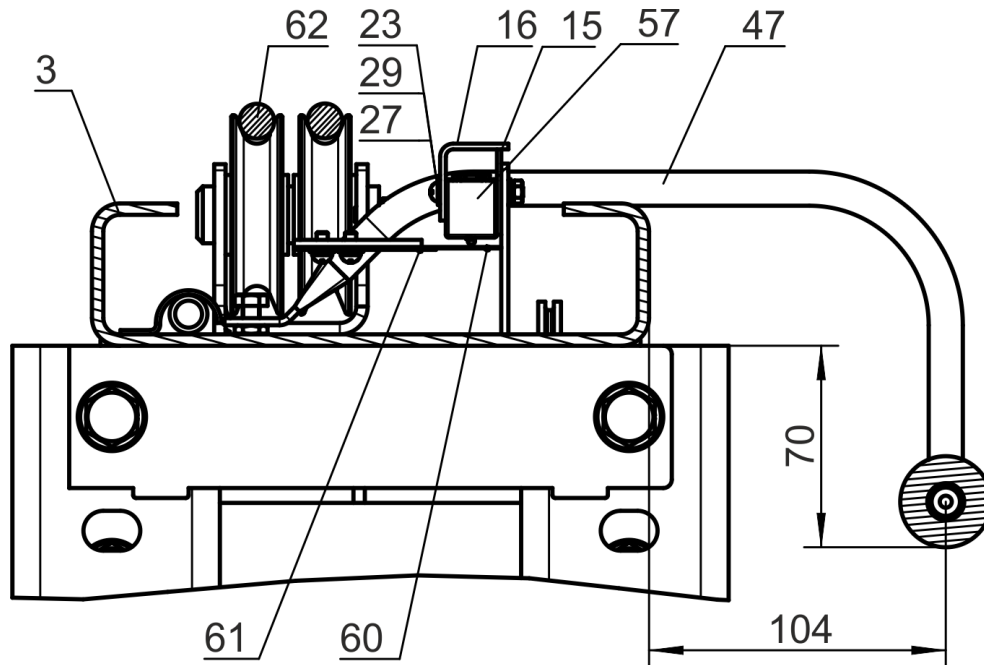

Рисунок 6.8 – Системы автоматического отключения привода насосной станции при касании автомобиля ограничительной дуги
6.12.2 Установить на перекладину 3 ограничительную дугу 47 (рисунок 6.8) с закрепленными на ней пластинчатыми пружинами 60 и 61. На перекладину 3 подъемника установить смонтированный на кабеле микровыключатель 57, с помощью винтов 23, шайб 29 и гаек 27. Одновременно установить защитный козырек 16 и защитную прокладку 15. Микровыключатель 57 необходимо установить так, чтобы он срабатывал при перемещении ограничительной дуги 47 вверх на 20...40 мм. Затем кабель микровыключателя 57, с помощью пластиковых хомутов, закрепить к рукаву так чтобы кабель не касался системы тросов 62.